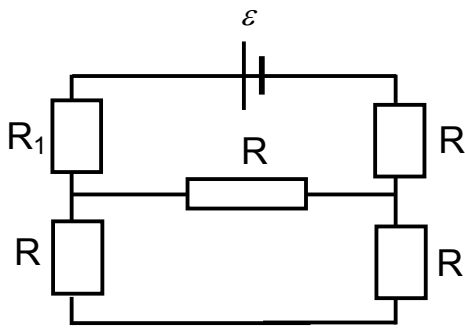

Рис. 5
**Пример. Для данной схемы (рис. 5) составить уравнения, выражающие первое и второе правила Кирхгофа.**